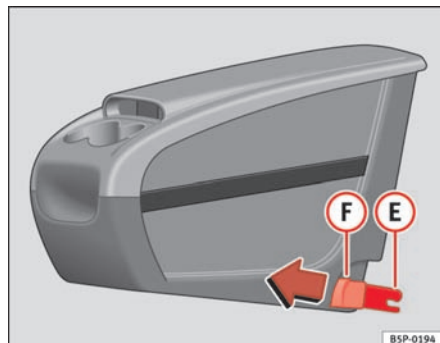
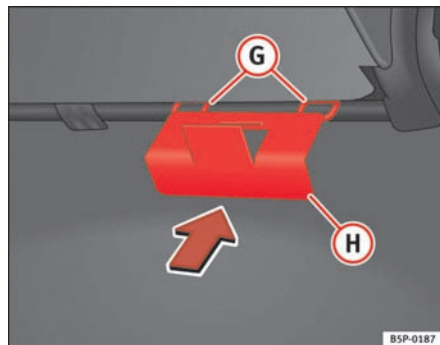

Fig. 112 Montering af transportabel opbevaringsboks
Fig. 113 Monteringsplade til transportabel opbevaringsboks
- Monter monteringspladen (H) ⇒ fig. 113 til den transportable opbevaringsboks inde fra kabinen gennem bagsiden af sædet. Pladen skal monteres mellem ryglænet og sædet i det midterste sædeområde.
- Sæt begge monteringsstykker (E) ⇒ fig. 112 sammen med monteringsringene (G) ⇒ fig. 113, og tryk hårdt, indtil begge clips er klemt helt ind i ringene.
- Træk hver af knapperne ⇒ fig. 112 (F) på clipsen (røde knapper) fremad, indtil du kan høre, de er gået ud af hak.